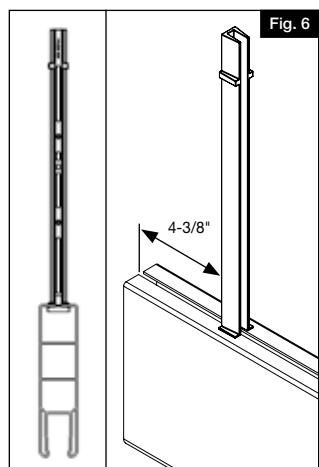

Fig. 6
b. Gire el montante 90 grados de modo que la abertura esté orientada hacia el centro del travesaño. Asegúrese de dejar aprox. 4 3/8" desde el extremo del travesaño (Fig. 6).
Instale dos tornillos de 6" (suministrados) a través de cada inserto de montante y en el travesaño utilizando las ranuras moldeadas del inserto como guía (Fig. 6).